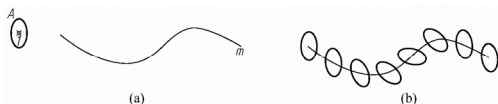
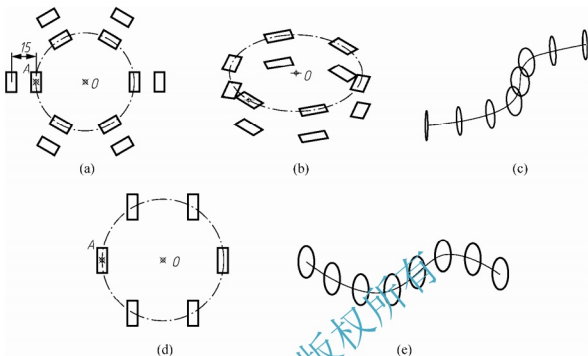

图 4-6 路径阵列命令
图 4-7 【阵列】命令注意事项
如图 4-6 所示, 使用“阵列”命令由图 4-6(a)画出图 4-6(b)。
(1) 矩形阵列中, 行间距、列间距为正时, 阵列方向向上、向右排列, 反之则方向相反。行轴角度取阵列方向与 X 轴的夹角为 0° , 逆时针方向为正。
(2) 环形阵列中, 【旋转轴】复选框表示由两个指定点确定的自定义旋转轴, 对象绕该轴阵列。【填充角度】取阵列方向与 X 轴的夹角为 0° , 逆时针方向为正。【行】可用于编辑阵列中的行数和行间距, 使项目对象向外(行间距必须为正)层叠, 如图 4-7(a)所示。【层】可用于编辑阵列中的层数和层间距, 使项目对象沿 Z 轴方向层叠, 向上取正值, 向下取负值, 如图 4-7(b)所示。
(3) 路径阵列中, 选择【基点】阵列时基点将与路径曲线的起点重合。【2P】复选项表示指定两个点来定义与路径的起始方向一致的方向。【法线】表示对象对齐垂直于路径的起始方向, 若选择该选项, 则图 4-6 结果将变为图 4-7(c)所示。
(4) 环形阵列中【旋转项目】和路径阵列中【对齐项目】选择“否”时, 效果如图 4-7(d)、(e)所示, 即在阵列的同时, 生成的对象仅平移到阵列的相应位置。